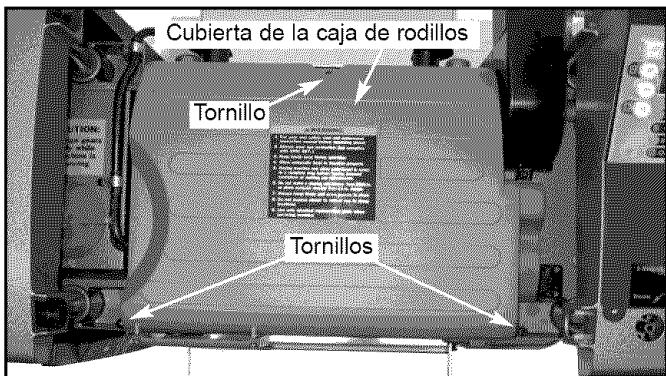

Figura 25 – Retire la Cubierta de la Caja de Rodillos
- Extraiga los rodillos de retorno. Extraiga tres (3) tornillos y levante la cubierta de la caja de rodillos de ésta (vea la Figura 25).